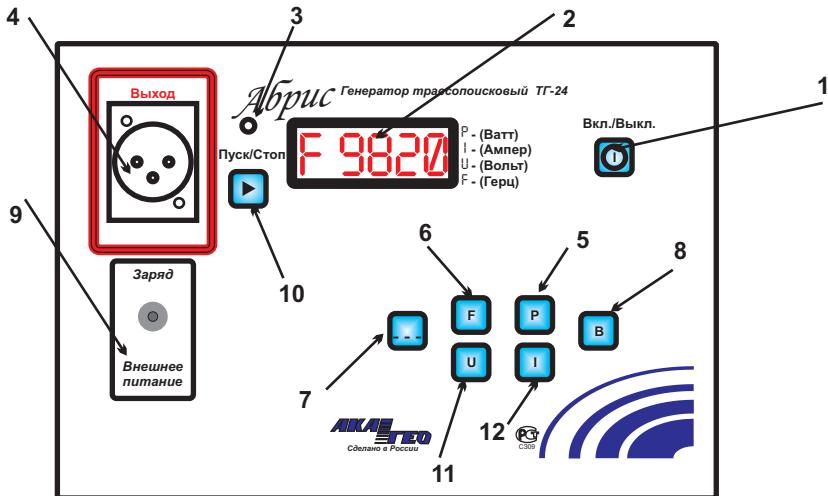
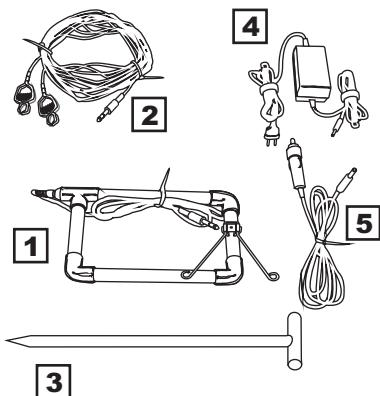

Рисунок 3
Рисунок 4
1 При работе от сети подключите адаптер 220 В (поз. 4 рис. 4) к гнезду подключения внешнего питания (поз. 9 рис. 3), при работе от бортовой сети автомобиля используйте автомобильный адаптер (поз. 5 рис. 4).
2 Нажмите на клавишу (поз.1 рис.3) переключив ее в положение “работа”
ВНИМАНИЕ ! Не включайте питание генератора перед подключением. При включенном питании на гнезде подключения внешней нагрузки (поз. 4 рис. 3) или зажимах вставленного в него кабеля гальванического подключения (поз. 2 рис. 4) присутствует высокое напряжение, порядка 200 В
- 1** Подключите один зажим кабеля гальванического подключения (поз.2 рис. 4) к коммуникации, при этом необходимо обеспечить надежный электрический контакт.
- 2** Другой зажим кабеля подключите к штырю заземления (поз. 3 рис. 4), вбитому в увлажненный грунт в 5-15м от места подключения
- 3** Подключите разъем кабеля к гнезду подключения внешней нагрузки (поз. 4 рис. 3)